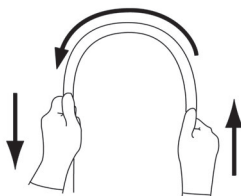

図 1
- 挿入部を両手で持ち、全長にわたって図 1 に示すように順次半円の頂点をずらすように曲げたときに、適切な軟らかさを有しており、軟らかさが不連続になっているなどの異常がないこと。